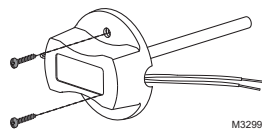

Fig. 6. Montaje del sensor del aire de descarga/retorno.
2. Perfore un agujero de 1/4 in. (6.4 mm) para la sonda del sensor y móntela en el conducto con los tornillos que se incluyen (Consulte la Fig. 6).